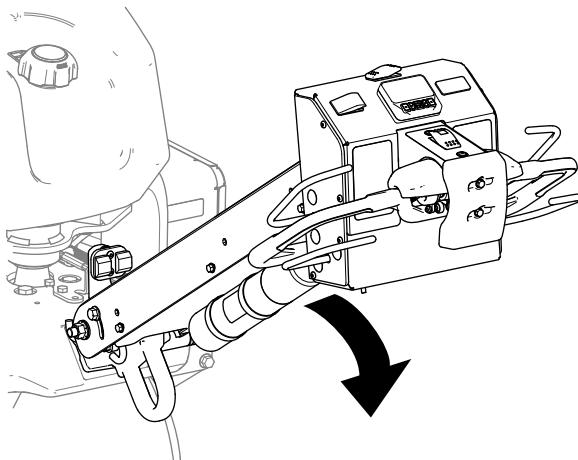

Figura 69
- Baje el manillar para quitar el freno de estacionamiento (Figura 69).